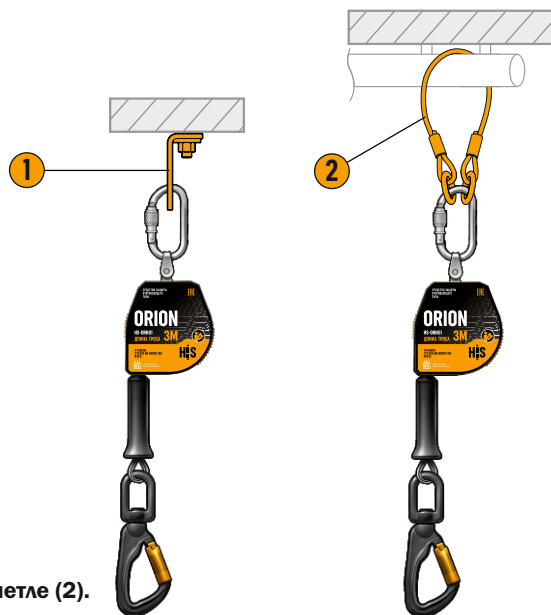

Рис. 12 Крепление СЗВТ ORION к анкерной точке (1) и анкерной петле (2).
3. Соединить овальный карабин с анкерной точкой (1) или анкерной петлей (2) (рис. 12).